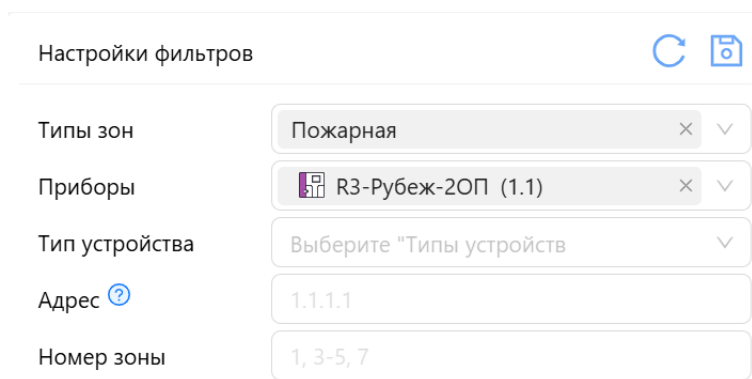

Рисунок 7.95 – Настройка фильтров для зон
–  – фильтры списка зон. Фильтрация списка возможна по следующим параметрам: «Типы зон», «Приборы», «Тип устройства», «Адрес» (формат ввода адреса отобразится, если навести курсор мыши на значок ) и «Номер зоны». Для фильтрации списка укажите значения нужных параметров в соответствующих полях и нажмите кнопку , как показано на рисунке Рисунок 7.95. Для сброса примененных фильтров нажмите кнопку .